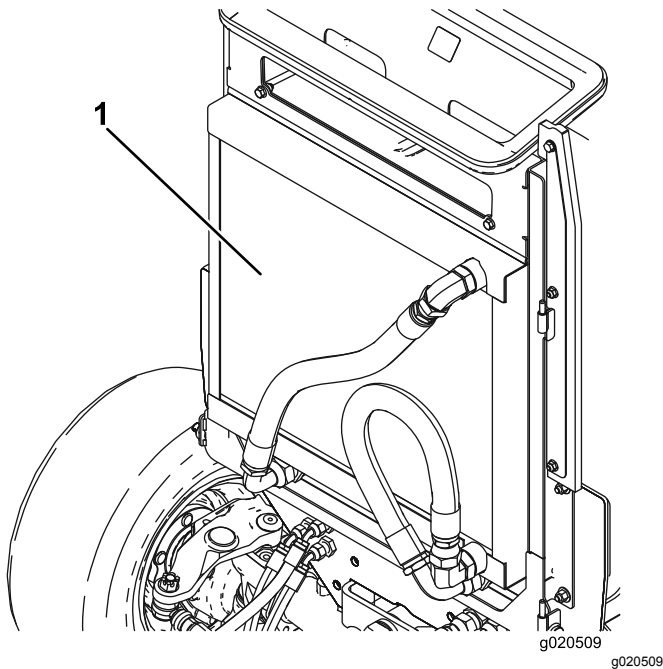

図 77
- オイルクーラとラジエーターの両方の裏表 図 77 を圧縮空気で丁寧に清掃する。前側から清掃を始め、車体後方に向けてごみを吹き飛ばす。その後、今度は後ろ側から前側に向かって吹きつけて清掃する。この作業を数回繰り返してごみやほこりを十分に落とす。